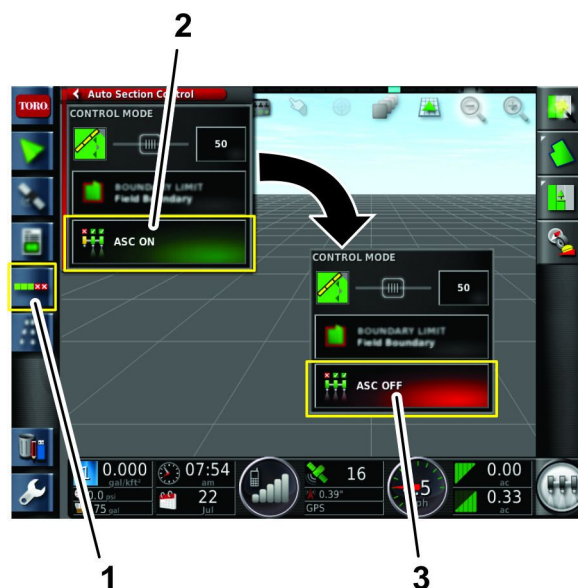

Рисунок 94
- A. Нажмите на значок ASC (автоматического контроллера секции) (Рисунок 94).